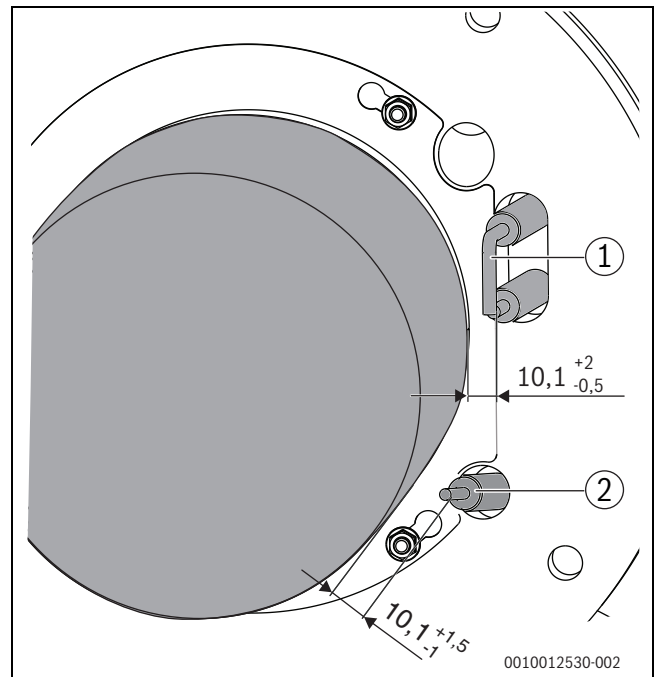

Bild 60 Elektrodenposition (Maße in mm)
- ▶ Abstände der Elektroden messen und mit den Vorgaben in Bild 60 vergleichen.